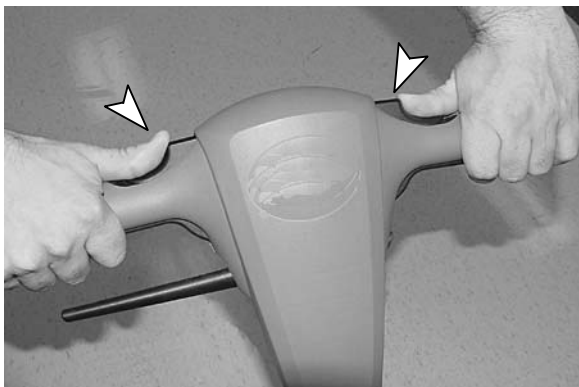

BILD. 7
- Start maskinen genom att trycka på säkerhetslåsknappen som finns överst på handtaget. Dra sedan på/av spakarna. Släpp säkerhetslåsknappen när maskinen startar (bild 7).